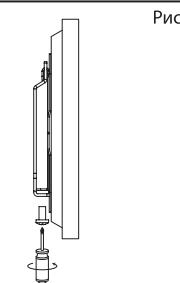

Рис. 8
- ❷ Закрутите винты, которые выкрутили в ходе подготовки к установке кронштейна ранее (Рис. 8).
❸ При необходимости снять телевизор со стены, снова открутите винты, затем аккуратно вытащите крепление из основания, потянув его вверх.
❹ Регулярно протирайте кронштейн сухой тряпкой. Периодически проверяйте, надежно ли затянуты винты. Затяните винты снова при необходимости.